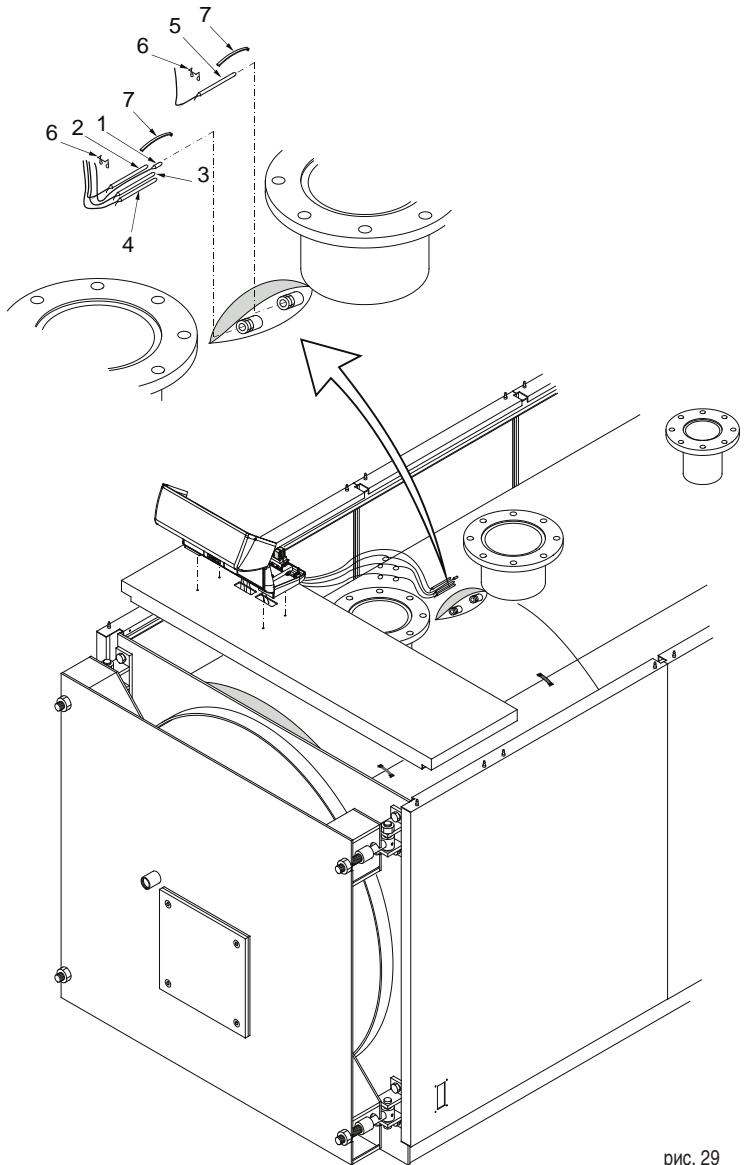

рис. 29
- E) Вставьте датчики приборов в манжеты, как показано на рис. 29 и подключите пульт управления к электропитанию, к горелке, насосам, и т.д. Закройте крышку панели управления.
- E) Вставьте датчики приборов в манжеты, как показано на рис. 29 и подключите пульт управления к электропитанию, к горелке, насосам, и т.д. Закройте крышку панели
- E) Вставьте датчики приборов в манжеты, как показано на рис. 29 и подключите панель управления к электропитанию, к горелке, насосам, и т.д. Закройте крышку панели управления. Проведите кабель горелки через зажимную панель проводов (поз. 7) со стороны его выхода и зафиксируйте кабель при помощи прилагаемого хомута. Зафиксируйте маленькие панели (поз. 7) на боковых панелях обшивки.
Произведите установку датчиков в погружную гильзу, расположенную в верхней части котла (см. рис. 29) в следующей последовательности: